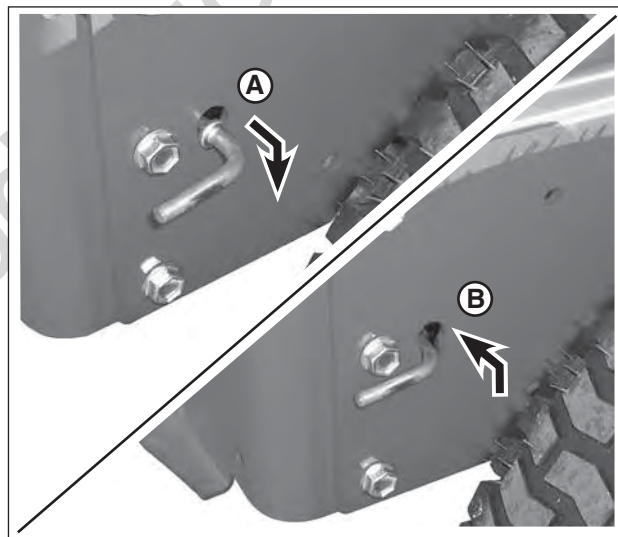

Figure 21: Levier de débrayage de transmission
3. Amener le levier de débrayage de transmission (situé derrière le pneu arrière droit) en le sortant et en l'abaissant dans l'encoche de verrouillage (A, Figure 21) pour débrayer la transmission.
5. Après avoir déplacé la machine à l'endroit voulu, lever et rentrer le levier de débrayage de transmission (B) pour embrayer la transmission.